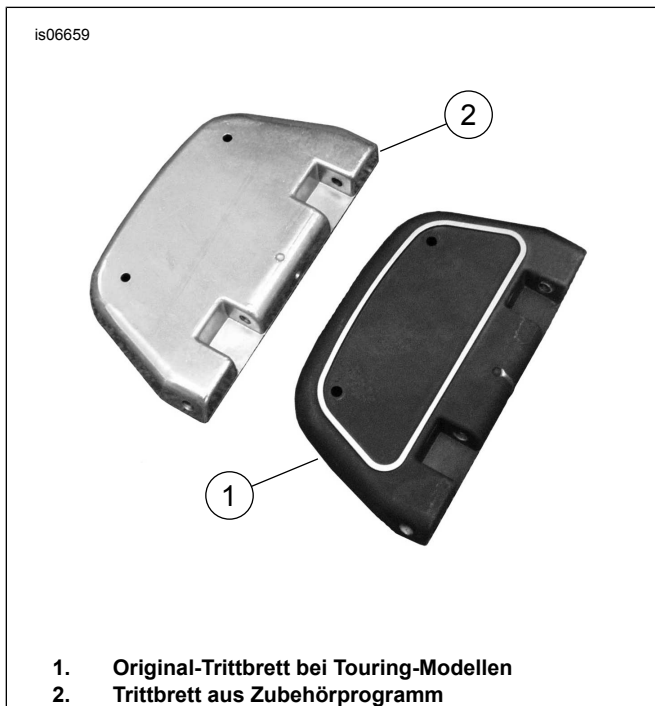

Abbildung 5. Trittbrettbezeichnung
Siehe Abbildung 5. Die Ausrichtung der Dichtung ist bei Touring-Modellen für eine richtige Abdichtung der Leuchtenbaugruppe am Original-Trittbrett (1) sehr wichtig. Besonders entscheidend ist sie aber, wenn die Leuchten- und Abdeckungsbaugruppe an Trittbrettern aus dem Zubehörprogramm (2) installiert wird.